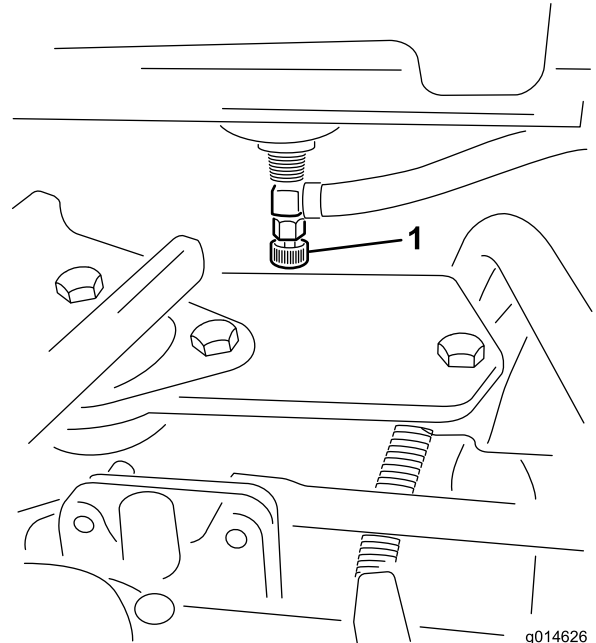

Bild 44
1. Schließen Sie den Kraftstoffhahn (Bild 44) unter dem Kraftstofftank.